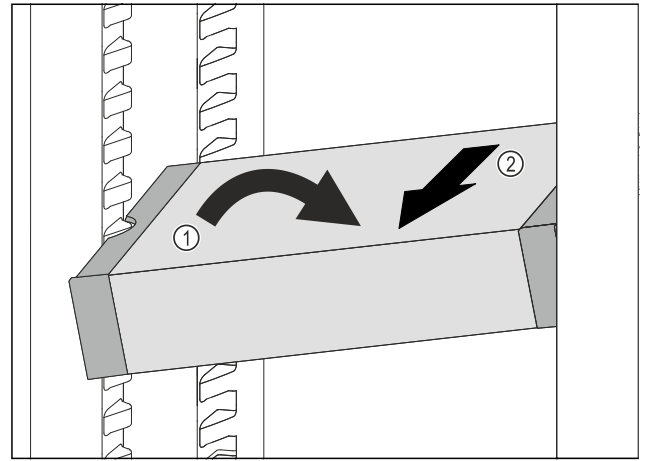

Fig. 111
- ▶ VarioSafe in het koelgedeelte schuin zetten. Fig. 111 (1)
- ▶ VarioSafe naar voren toe verwijderen. Fig. 111 (2)